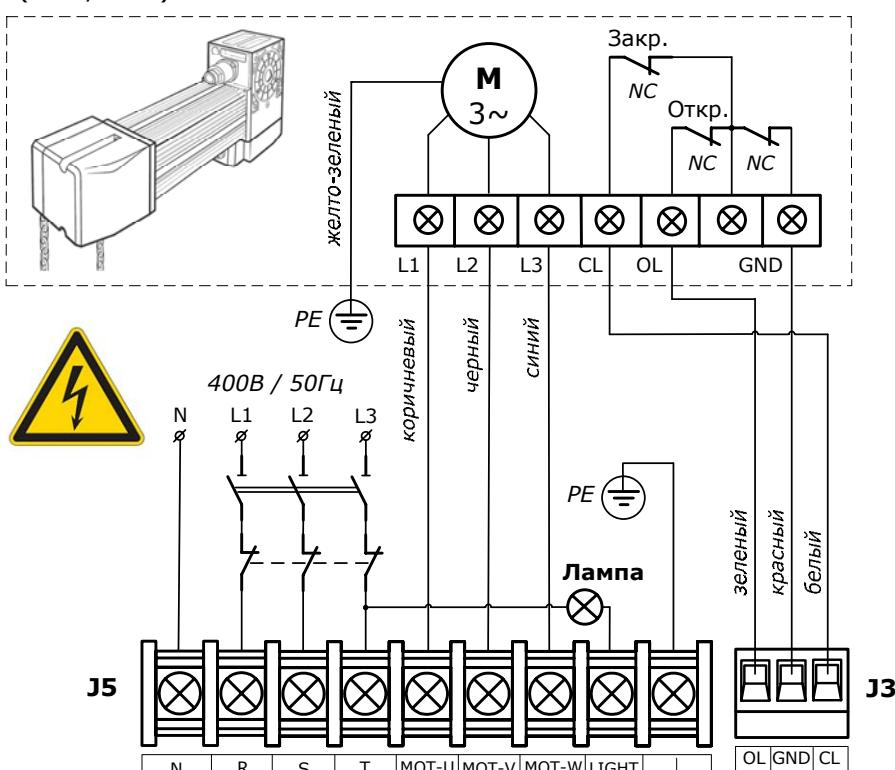
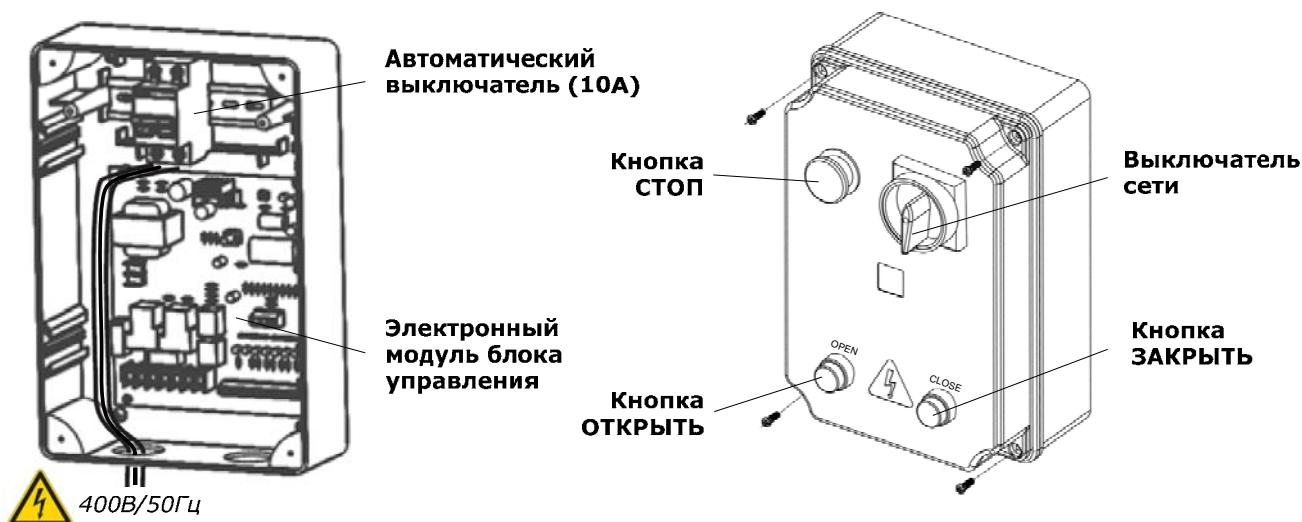

Рис. 7. Электрические подключения привода к блоку управления
Рис. 9. Блок управления DGT-C06-380V
При подключениях электродвигателя и выключателей конечных положений (Рис. 7) используйте предлагаемые кабели из комплекта привода (Таблица 1), четырехжильный (4G1,5мм²) и трехжильный (3x0,5мм²) соответственно.
Для сигнализации о движении ворот к блоку управления привода может быть подключена проблесковая лампа (Рис. 7) 230В, макс. 60Вт. Проблесковая лампа подключается к клеммам «LIGHT» и «T».
Подведенные к блоку управления провода фаз электрической сети подключите (Рис. 7) к автоматическому выключателю (Рис. 9). Нейтральный провод подключите к клемме «N» модуля блока управления (Рис. 7), провод защитного заземления к клемме --- . Все подключенные к блоку управления кабели и провода должны быть связаны и закреплены, для этого воспользуйтесь стяжками из комплекта блока управления.
- Переведите автоматический выключатель (Рис. 9) во включенное положение - ON.
- Проверьте наличие индикации на электронном модуле блока управления согласно таблицы 7. Если индикации нет или не соответствует требуемой, отключите блок управления и внимательно проверьте все подключения (сверьтесь с разделом «9. Неисправности и рекомендации по их устранению»). Если к приводу подключены фотоэлементы, необходимо проверить приемник (RX). Если индикатор приемника не светится или моргает, это означает, что сигнала нет или сигнал прерывается из-за неточной регулировки фотоэлементов.
- С помощью кнопок ОТКРЫТЬ (OPEN) и ЗАКРЫТЬ (CLOSE) проверьте, что движение полотна ворот осуществляется в требуемых направлениях. Если направление вращения выходного вала привода не совпадает с требуемым, отключите электрическую сеть и поменяйте местами провода подключения на клеммах «MOT-V» и «MOT-W» (Рис. 7).